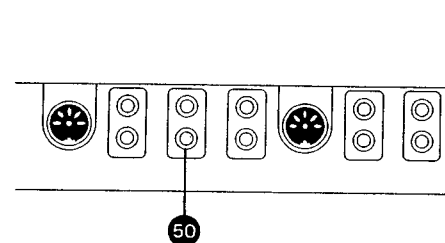

Fig. 5.4.-9
- Bedienelemente nach (Fig. 5.4. – 1) einstellen.
- NF-Millivoltmeter an LINE B LEFT – Ausgang (50) (Fig. 5.4. – 2) anschliessen
- Taste PLAY einschalten und an Justierschraube (P) auf Maximum Ausgangsspannung einstellen (Fig. 5.4. – 3).
Bedienelemente nach Fig. 5.4. – 1 einstellen.
- NF-Millivoltmeter an LINE B – Ausgang (50) (Fig. 5.4. – 2) anschliessen. (1 V – Bereich)
- Connect audio millivoltmeter to output LINE B LEFT (50) (fig. 5.4. – 2).
- Rotate screw (P) (fig. 5.4. – 3) to obtain maximum output voltage.
- Audio millivoltmeter (1 V range) remains connected to output LINE B (50) (fig. 5.4. – 2).
- Placer les boutons selon fig. 5.4. – 1.
- Raccorder un millivoltmètre B.F. sur la sortie LINE B (50) (fig. 5.4. – 2).
- Presser la fonction PLAY et effectuer le réglage de l'azimut avec la vis "imbus" P jusqu'à l'obtention d'un signal de sortie maximum (Fig. 5.4. – 3).
Placer les boutons selon la fig. 5.4. – 1.
- Brancher un millivoltmètre B.F. sur la sortie de LINE B (50) (Fig. 5.4. – 2) Echelle 1 V.
- Mit dem Einstellregler REPRODUCE LEVEL LEFT (Geräterückseite, Mitte rechts) eine Ausgangsspannung von 0,775 V einstellen (siehe Fig. 5.4. - 4).
- NF-Millivoltmeter an LINE B, RIGHT - Ausgang (50) (Fig. 5.4. - 5) anschliessen.
- Mit dem Einstellregler REPRODUCE LEVEL RIGHT eine Ausgangsspannung von 0,775 V einstellen (Fig. 5.4. - 4).
- Adjust trimpot REPRODUCE LEVEL LEFT on the back of the recorder (fig. 5.4. - 4) to obtain an output level of 0,775 V.
- Connect audio millivoltmeter to output LINE B, RIGHT (50) (fig. 5.4. - 5).
- Adjust trimpot REPRODUCE LEVEL RIGHT (fig. 5.4. - 4) to obtain an output level of 0,775 V.
- Avec le potentiomètre de réglage REPRODUCE LEVEL LEFT (sur l'arrière de l'appareil, centre droit) obtenir une tension de sortie de 0,775 V (fig. 5.4. - 4).
- Brancher le millivoltmètre B.F. sur le sortie LINE B droite (50) (fig. 5.4. - 5).
- Effectuer le réglage de REPRODUCE LEVEL RIGHT pour obtenir également 0,775 V. (Fig. 5.4. - 4).
- Bedienungselemente nach Fig. 5.4. - 6 einstellen.
- NF-Millivoltmeter an LINE B - Ausgang (50) (Fig. 5.4. - 5) anschliessen. (LEFT und RIGHT parallel).
- Taste PLAY einschalten und mit Justierschraube (P) auf Maximum (scharf) Ausgangsspannung einstellen (siehe Fig. 5.4. - 7).
- Connect audio millivoltmeter to both outputs LINE B (50) in parallel (fig. 5.4. - 5).
- Rotate screw (P) (fig. 5.4. - 7) until a sharply rising maximum in output voltage is obtained.
- Secure screw (P) with sealing lacquer.
- Placer les boutons de réglage selon la fig. 5.4. - 6.
- Raccorder le millivoltmètre B.F. sur la sortie LINE B (50) (Fig. 5.4. - 5). (LEFT et RIGHT en parallèle).